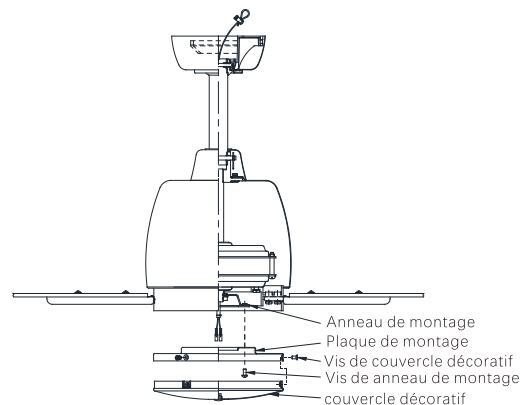

Fig.16
Étape 1. Les deux vis de la anneau de montage fixée à l'arbre du moteur doivent être desserrées et la troisième vis doit être retirée et conservée. (Fig. 16)
Tournez la plaque de montage dans le sens des aiguilles d'une montre jusqu'à ce qu'elle s'enclenche aux extrémités étroites des fentes du trou de serrure. Serrez les deux vis en forme de trou de serrure, réinstallez la troisième vis qui a été enlevée précédemment et serrez-la pour la fixer (Fig. 16).
Étape 1. Retirez les trois vis de montage préinstallées sur le bord extérieur du couvercle décoratif (Fig 16).
Étape 2. Insérez le couvercle décoratif dans la plaque de montage en alignant les trous du bord extérieur du couvercle décoratif sur les trous du bord extérieur de la plaque de montage. Enfillez les trois vis de montage précédemment retirées dans le couvercle décoratif et la plaque de montage, et serrez-les pour les fixer. (Fig 16)